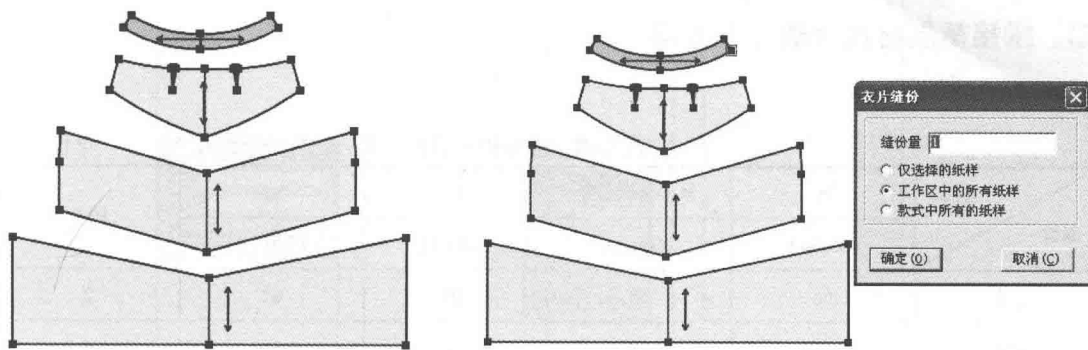

图6-35 拾取纸样
(11) 拾取纸样(图6-35)。选择【剪刀】工具拾取纸样的外轮廓线, 及对应纸样的省中线, 击右键切换成拾取衣片辅助线工具拾取内部辅助线。并用【布纹线】工具将布纹线调整好。